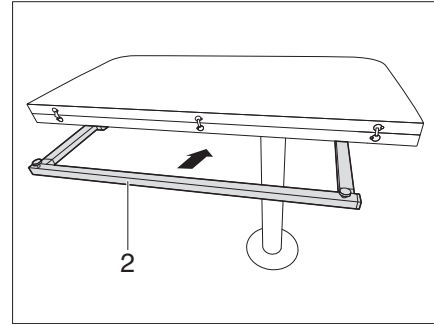

Fig. 114 Insertar la estructura inferior de la mesa plegable
- Insertar la estructura inferior de la mesa (Fig. 114,2).